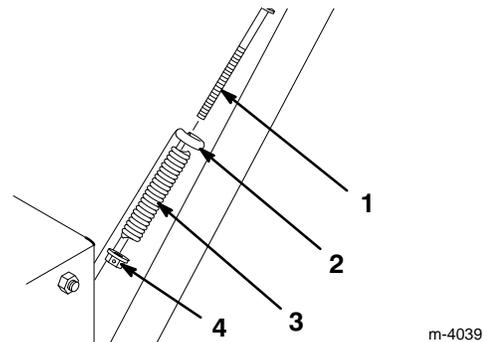

Abbildung 8
- Die Feder auf das untere Ende der Radantriebssteuerstange schieben (Abb. 8).
- Eine Sicherungs-Bundmutter (Bundseite oben) auf das untere Ende der Radantriebssteuerstange unter die Feder schieben (Abb. 8).